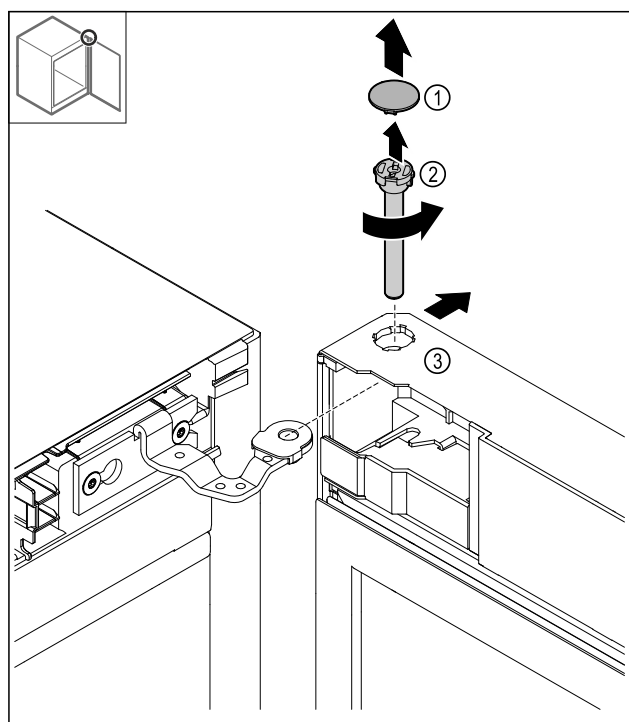

Fig. 10
- Retirer le cache Fig. 10 (1).
- Dévisser le boulon Fig. 10 (2) dans les sens inverse des aiguilles d'une montre et le retirer.
- Basculer légèrement la porte Fig. 10 (3).